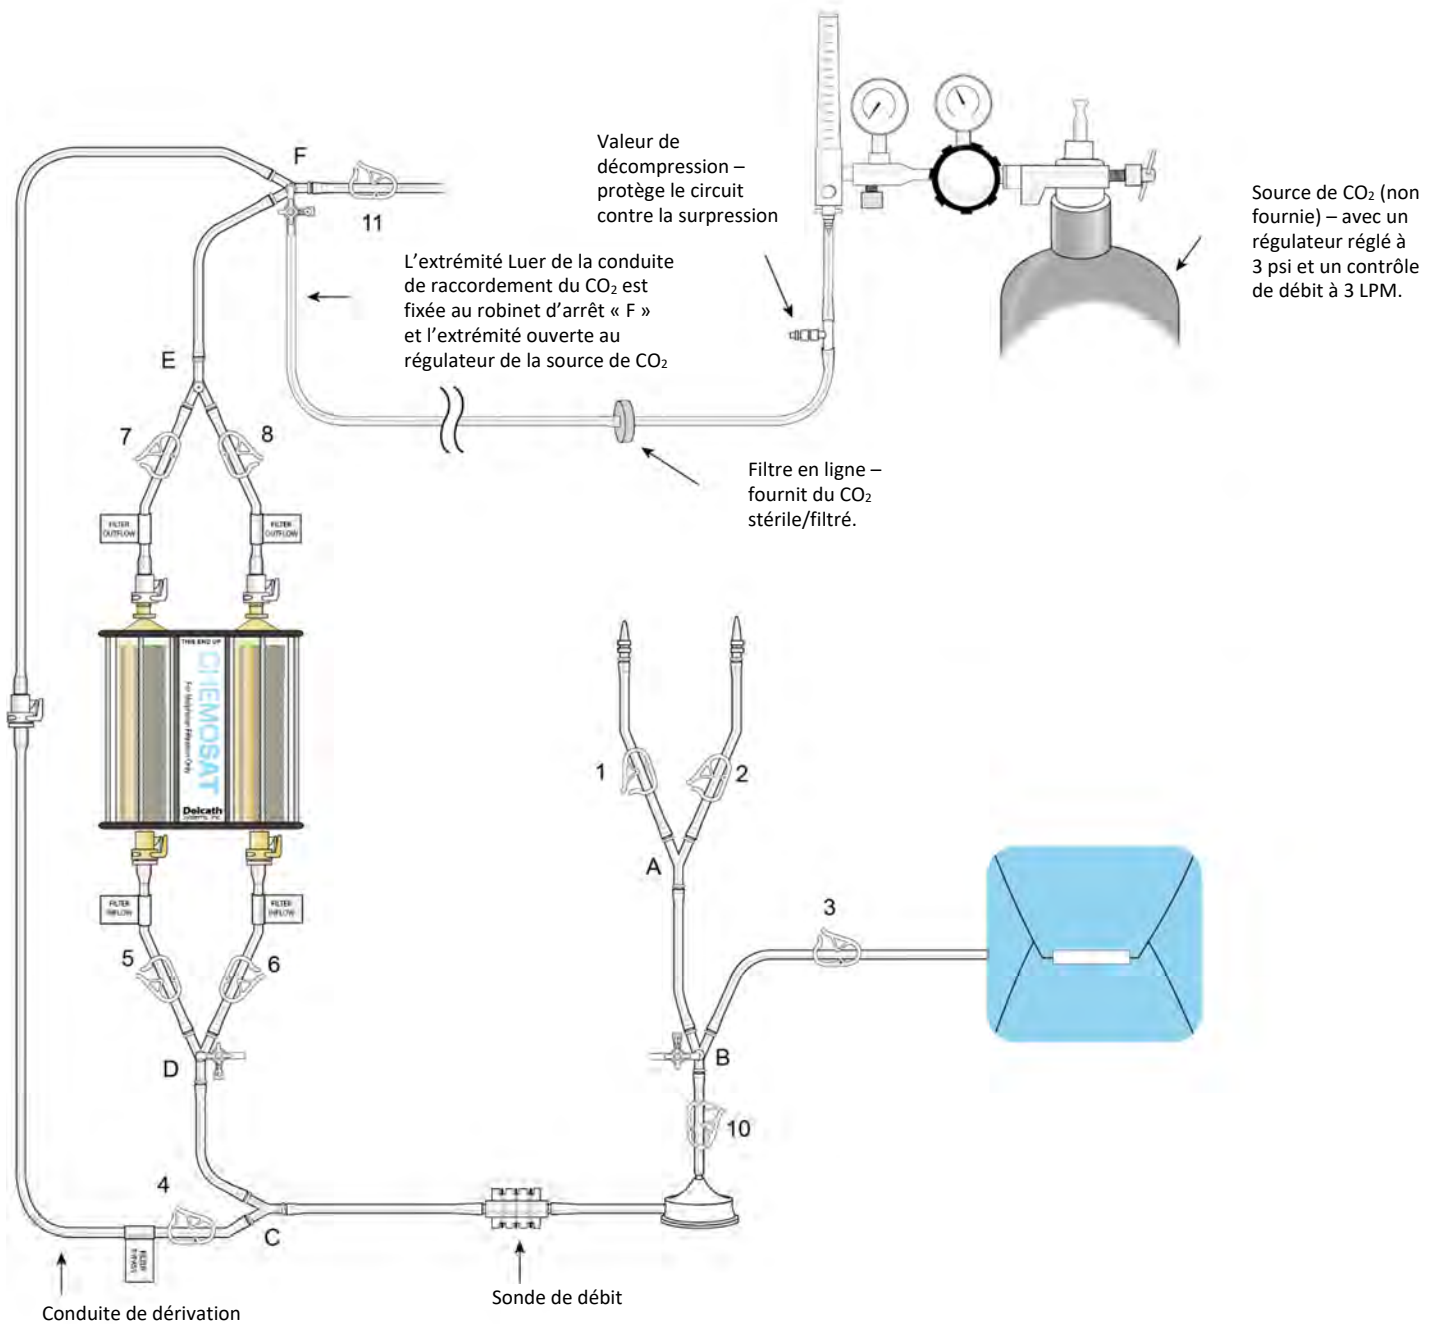

Figure 12
- Fermer le collier de sortie (11), attacher la conduite de raccordement du CO₂ au robinet d'arrêt « F », et ouvrir le robinet d'arrêt, voir Figure 12.